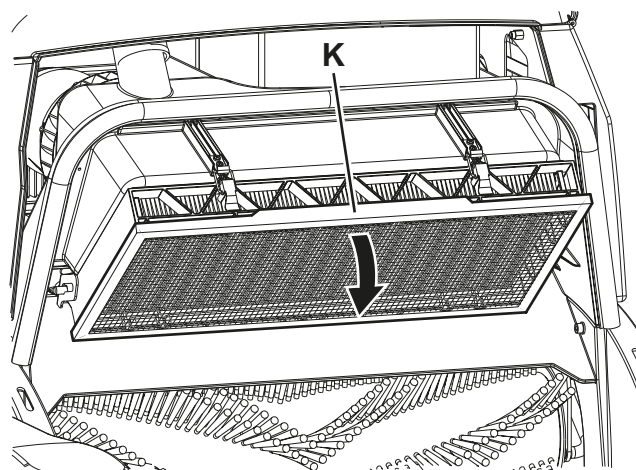

Figure 13
12. Enlever le préfiltre (K, Fig. 13) et le nettoyer à l'aide de l'air comprimé de 87 psi (6 bars) maximum.